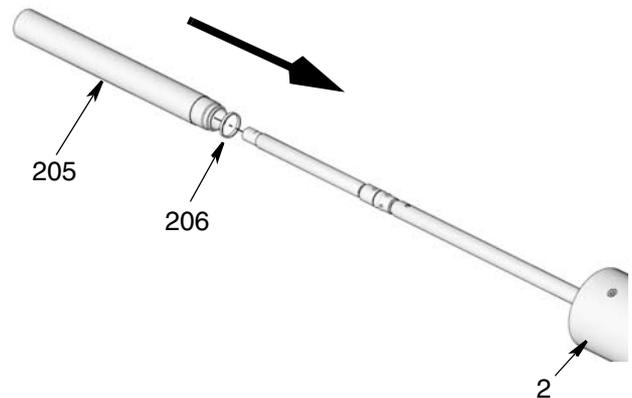

Рис. 39
10. Нанесите тонкий слой консистентной смазки вокруг прокладки (206). Уложите прокладку поверх конца распорного цилиндра (205). Сдвиньте цилиндр над узлом штока, как показано на Рис. 39. Вкрутите конец цилиндра в нижнюю часть переходника насоса (2). Используйте трубный ключ для проворачивания цилиндра до тех пор, пока он не будет надежно затянут. Затяните с усилием 45 - 55 футов на фунт (61 - 74 Н•м)